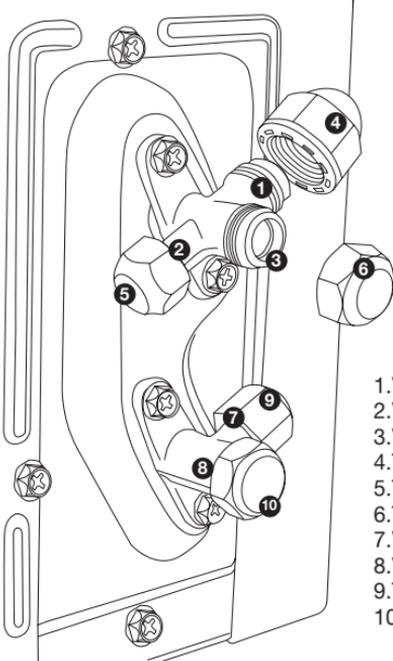

Fig. 13
- Identifique las válvulas y sus partes en la unidad externa, ver fig. 13